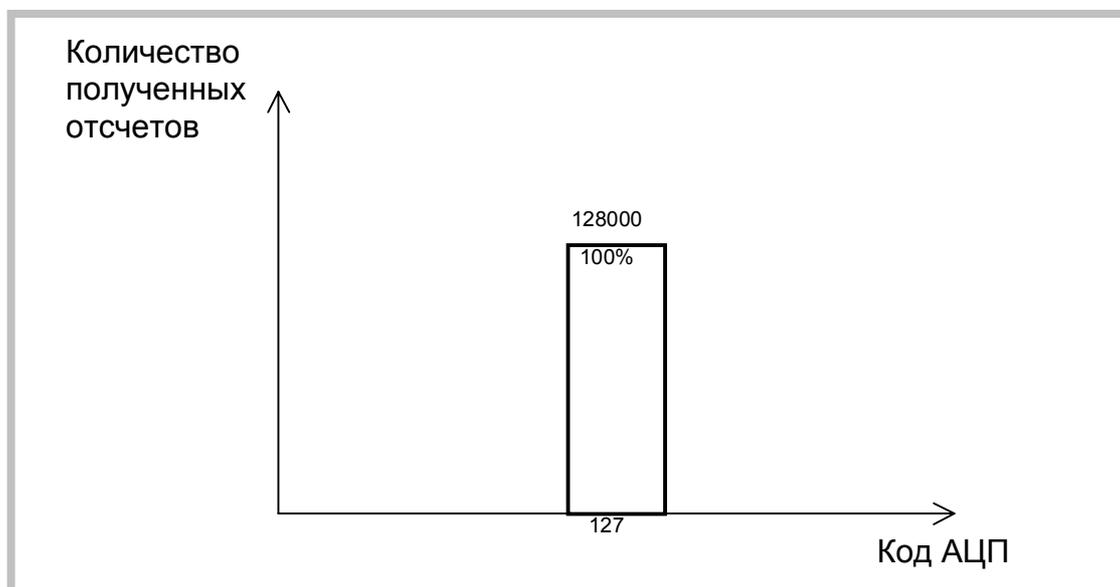

Рисунок 10. Статистика результатов данных 4
- 4) Диапазон напряжений входного сигнала платы ЛА-н10М6РСІ ±5В. Частота запуска АЦП - 6,25 МГц. Число собранных отсчетов 128000 (Рисунок 10).